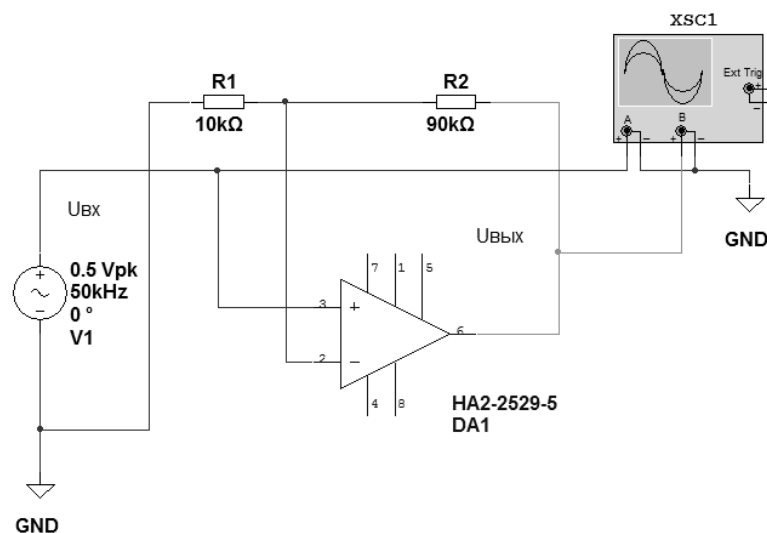

Рисунок 9.4 – Усилитель на ОУ HA2-2529-5
9.2.3 Исследовать АЧХ усилителя на микросхеме ОУ HA2-2529-5 (рисунок 9.4), взяв его из базы данных Multisim.